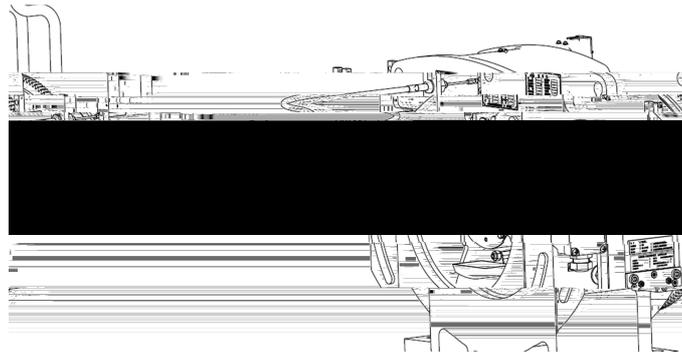

图 33 松闸机构效果图
3. 相对紧固两对螺母 固定拉簧和刹车线外套，紧固时刹车线保持松弛，扳手连接杆有一定的摆动余量。装配效果图见（P12 图 33）所示。